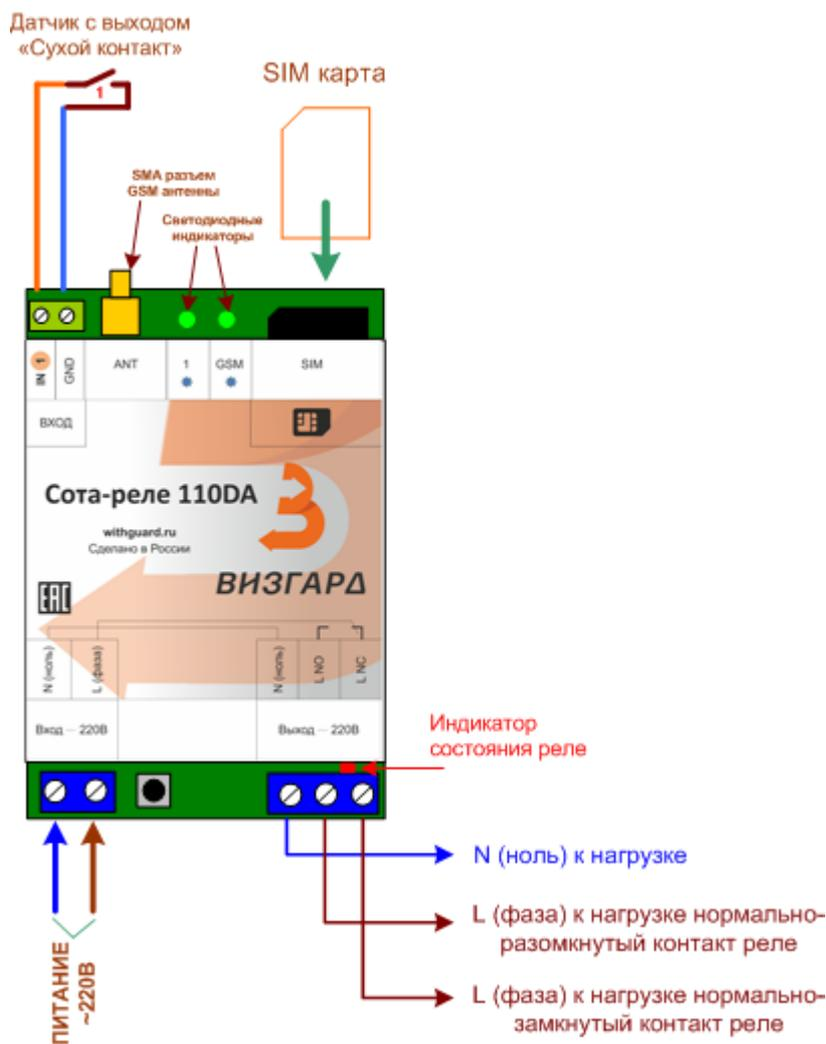

Рис.1 Схема Cota-реле 110DA
1. Сделайте необходимые подключения согласно рис.1.